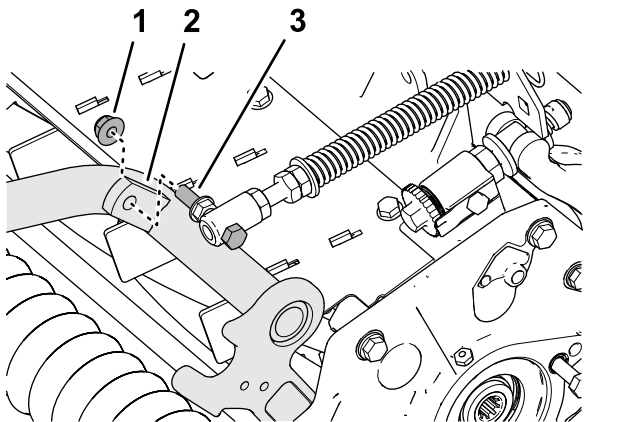

Figura 20
- 4. Monte el tornillo del muelle de compensación del césped en la pestaña derecha del bastidor de tiro (Figura 20) con la contratuerca con arandela prensada ($\frac{3}{8}$ ").